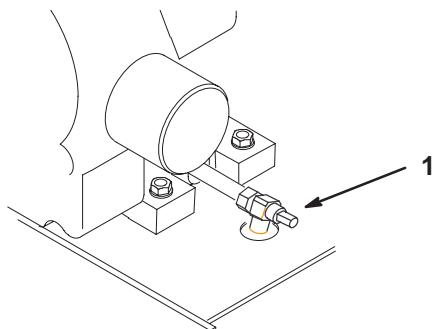

Figure 40
- Placez un bac de vidange sous l'orifice de vidange. Tournez le robinet de vidange d'huile pour permettre à l'huile de s'écouler (Fig. 40).